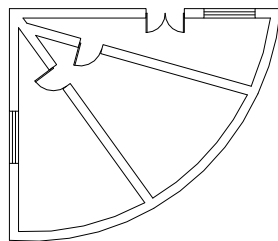

图 8-21 打开素材
**01** 按 Ctrl+O 组合键，打开配套光盘提供的“第 8 章/8.3.7 弧长标注.dwg”素材文件，结果如图 8-21 所示。